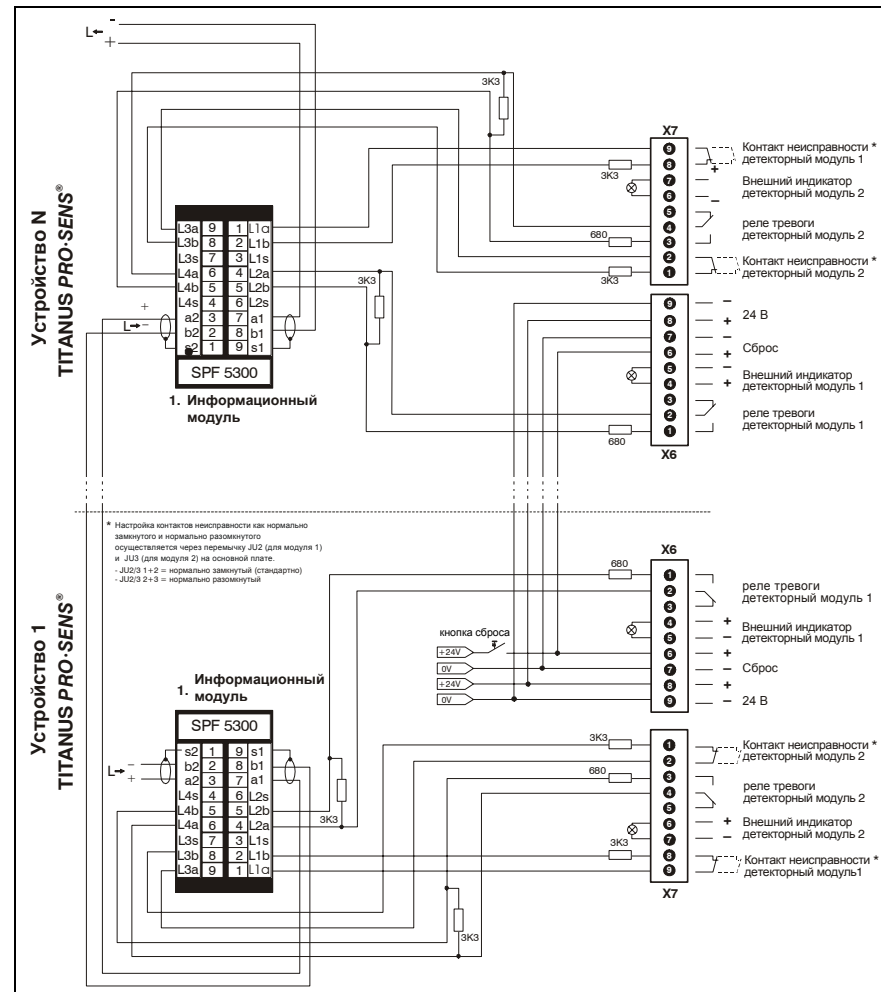

Рис. 5.20: Подключение информационного модуля SPF 5300 и TITANUS PRO·SENS®
2. Отвинтите монтажную шину (A) от крепежного уголка (B), входящего в комплект расширения.
3. Привинтите демонтированную монтажную шину на монтажную панель. Для этого используйте 2 винта с потайной головкой (C) M3x6, 2 зубчатых шайбы (D) и 2 шестигранных гайки (E) M3 комплекта расширения.
5. Подсоедините информационный модуль (H) в соответствии со схемой подключения к TITANUS PRO·SENS® (см Рис. 5.20) и установите его на монтажную шину монтажной панели.